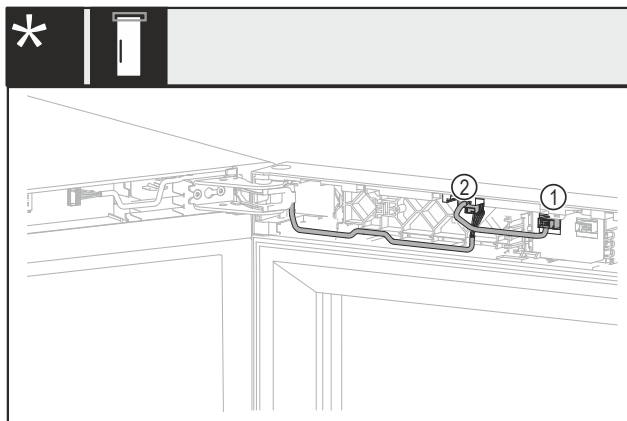

Fig. 18 Bez zámku nebo s mechanickým zámekem*
- ▶ Zástrčku Fig. 18 (1) vytáhněte.*
- ▶ Zástrčku Fig. 18 (2) vytáhněte.*